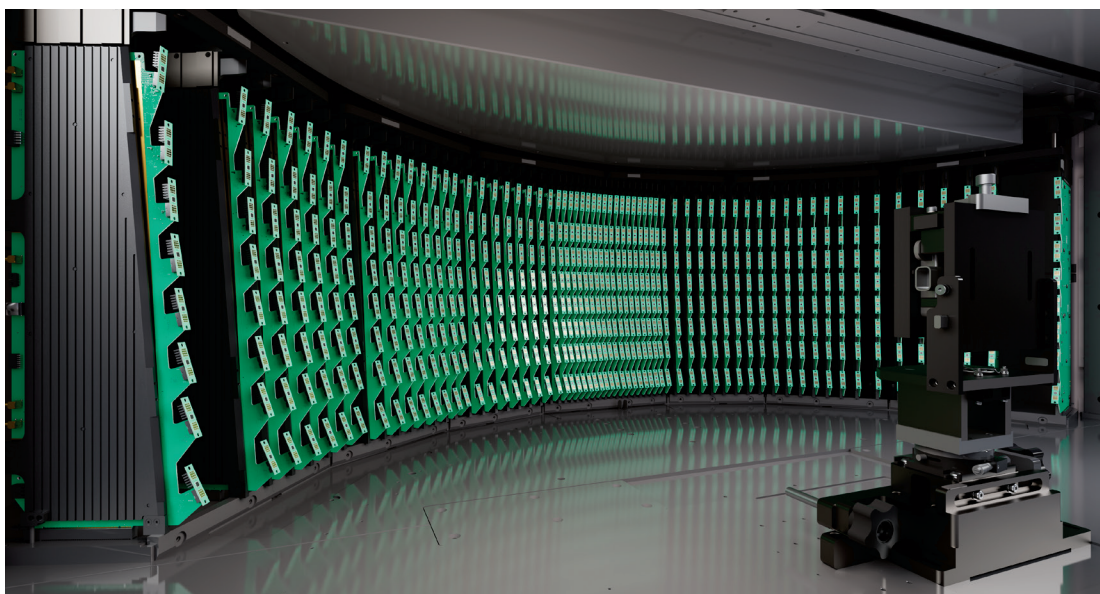

Abbildung 6: Animiertes Rendering eines Schirms aus 64 Platinen mit HF-Frontends
- Emulationsschirm aus 64 im Halbkreis angeordneten Platinen (Abbildung 6)